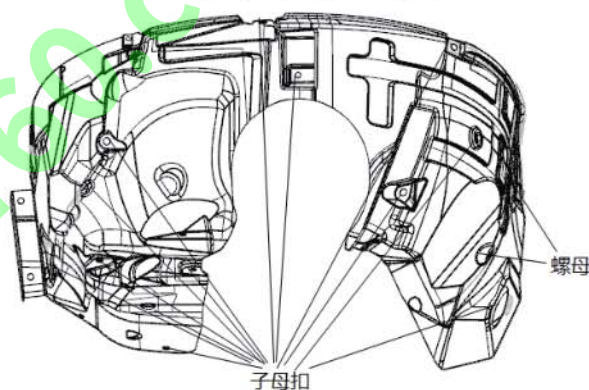

图 2-10
(2) 用一字螺丝刀拆除 13 个子母扣，以及拧下 2 个塑料螺母，如图 2-10 所示：